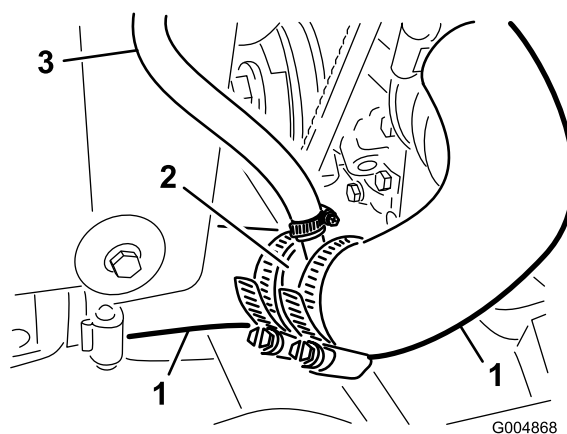
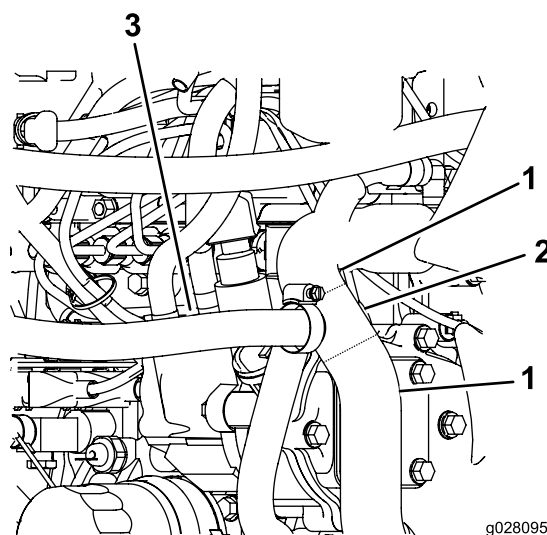

図 12
図 13
10. ホースにT字フィッティングを取り付けて 図 12 および 図 13 のようにホースクランプで固定する。
11. 戻り側ホースの未接続端を、ラジエーターホースの新しいT字フィッティングに接続する 図 12。